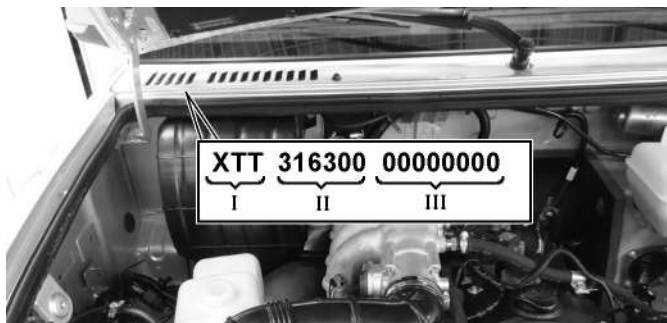

Рис. 1.2. Расположение идентификационного номера транспортного средства
**Идентификационный номер** транспортного средства наносится на заводской табличке (рис. 1.1) и на кузове автомобиля, на нижней панели ветрового окна (рис. 1.2).
Идентификационный номер (рис. 1.2) состоит из трех частей: